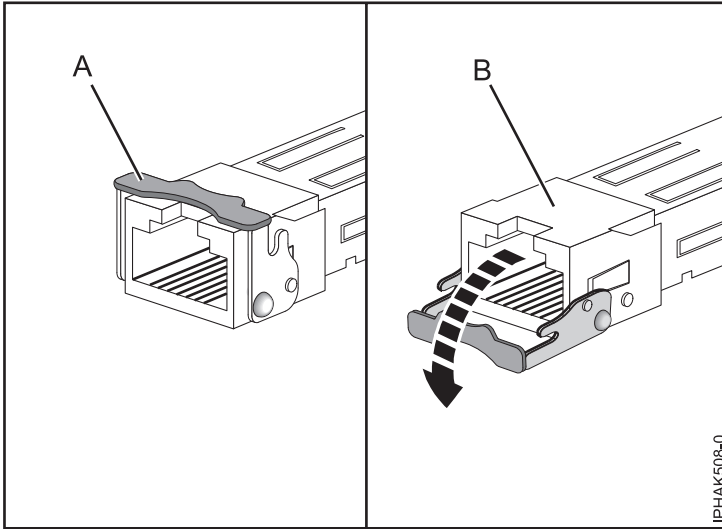

Figura 77. Extracción de los transceptores SFP de los adaptadores
- b. Abra el pestillo (**A**) girándolo hacia abajo y alejándolo de la tarjeta, como se muestra en la Figura 77 en la página 90.